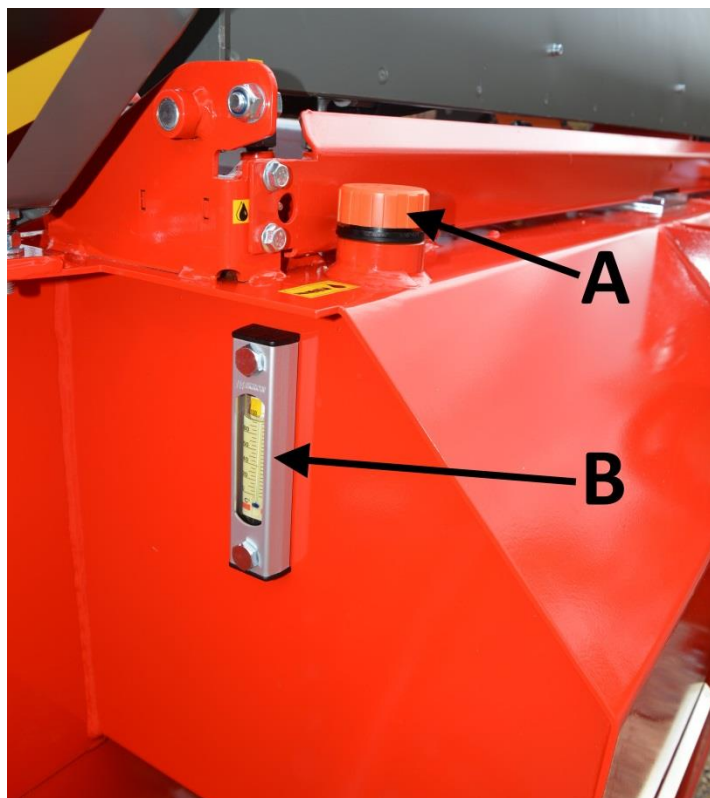

Figure 28.
2. Open filler cap A (Figure 28).